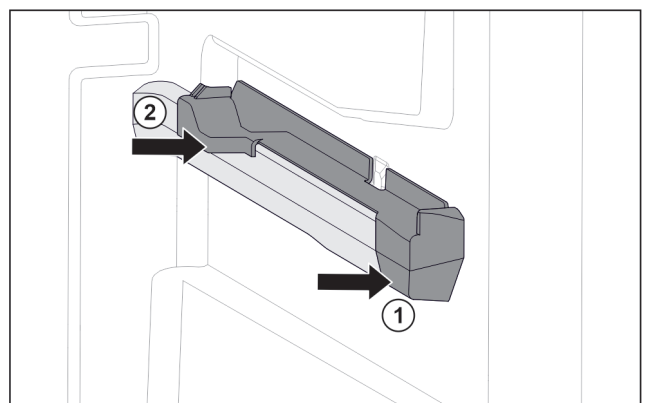

Fig. 84 Påsætningsdel på den højre beholderist
- ▶ Sæt den forreste del af påsætningsdelen på beholderisten. Fig. 84 (1)
- ▶ Tryk den bageste del af påsætningsdelen på. Fig. 84 (2)